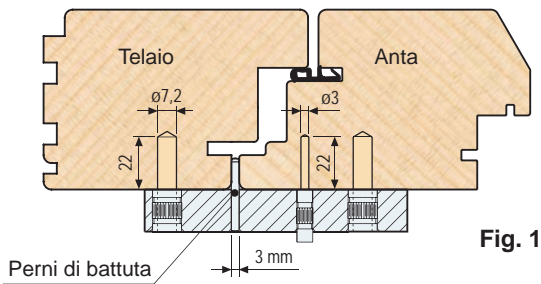

Fig. 1
- 1) Per la foratura della cerniera **superiore** appoggiare la dima art. E09502.20.01 tra anta e telaio (Fig. 1) (i perni di battuta portano l'aria del serramento a 3 mm).